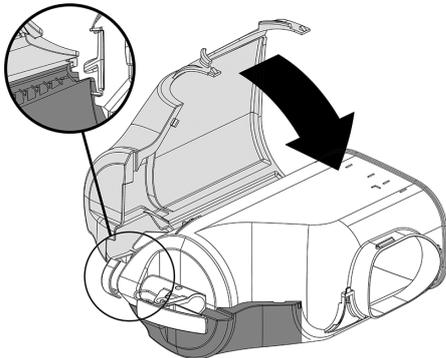
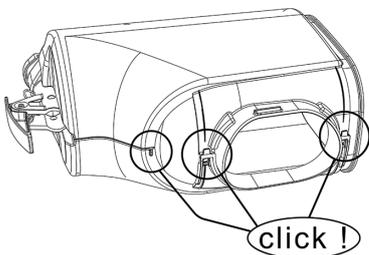

figura 7
figura 8
**2** Coloque la parte izquierda del recuperador, haciendo coincidir el encaje evidenciado. Cierre a presión las dos partes. (ver figura 7)(ver figura 8).